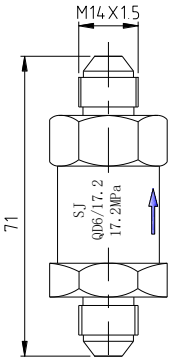

图 8 驱动气体流通管路单向阀
4.1 结构（图 8）：驱动气体流通管路单向阀由阀体、阀芯组成。